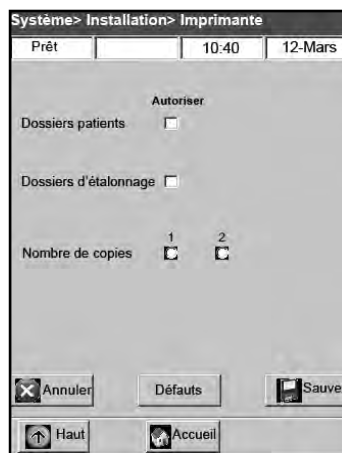

Figure H-5 : Écran "Système > Configuration > Imprimante"
- Sur l'écran "Imprimante" (Figure H-5) :